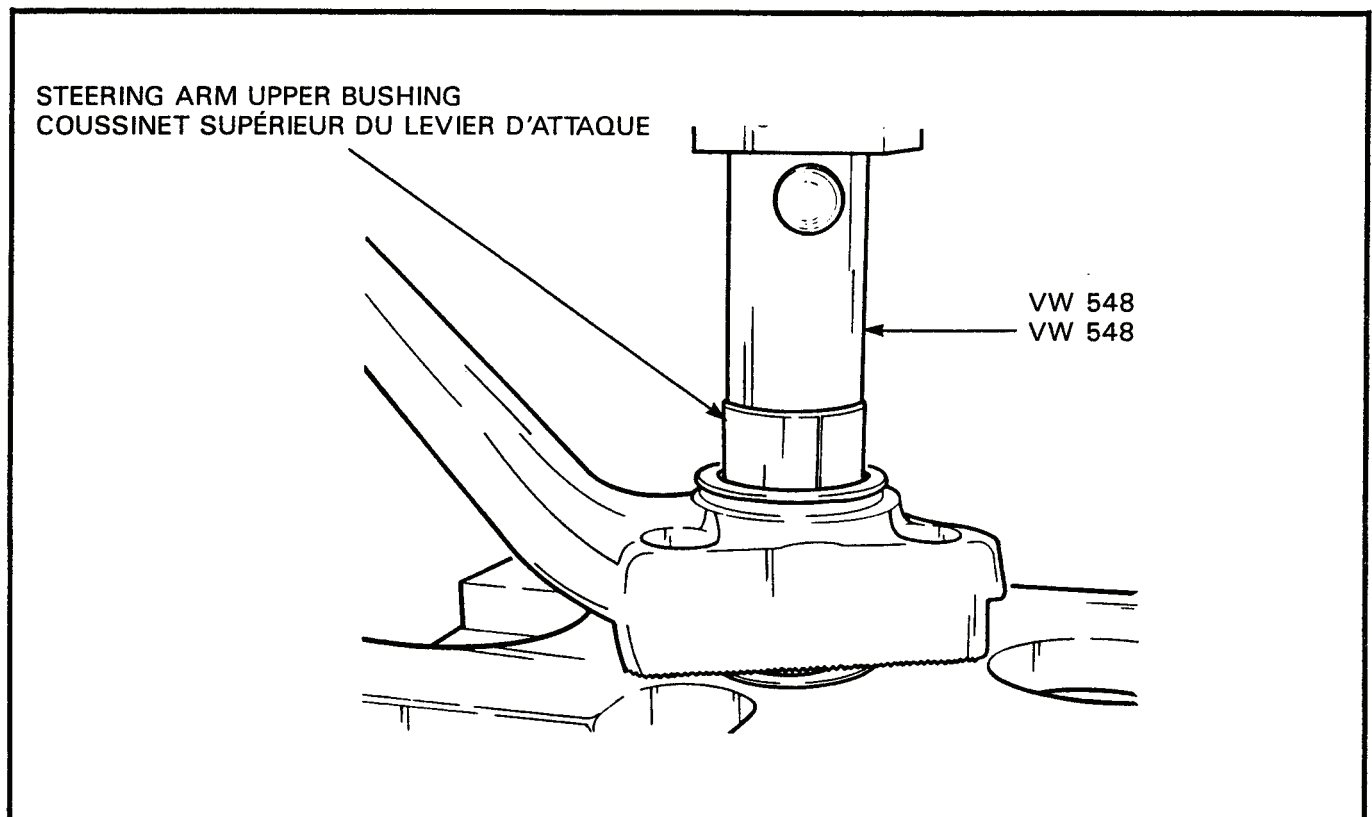

Figure 3-4-11 Installation of Steering Arm Upper Bushing
- (11) Using VW tool 548, press a new upper bushing into the housing until the top of the bushing is flush with the housing, see Figure 3-4-11.
- (12) Reposition the arm and press in the lower bushing.
- (13) Position a new dust boot on top of the housing with a spring clip.
- (11) Au moyen de l'outil VW 548, enfoncer un nouveau coussinet supérieur dans le logement jusqu'à ce que le haut du coussinet soit à égalité du logement. Voir figure 3-4-11.
- (12) Remettre le levier en place et enfoncer le coussinet inférieur.
- (13) Placer un nouveau soufflet pare-poussière sur le dessus du logement et le retenir au moyen d'une agrafe à ressort.